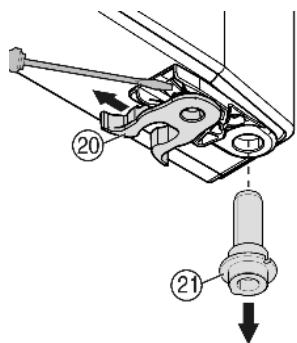

Fig. 8
- Přemístěte pružinovou svorku Fig. 8 (20). Stiskněte nos zářezky, přes ni stáhněte pružinovou svorku.
- Vytáhněte ložiskový čep Fig. 8 (21) z dveřní objímky a nasadte spolu s podložkou na protější stranu. Nos zářezky musí ukazovat k vnitřní straně dveří, zářez k vnější straně.
- Nasadte dveře dole a ložiskový čep Fig. 8 (21) do stojanu ložiska. Příp. ložiskovým čepem otáčejte tak, aby mohl zaskočit do západky.